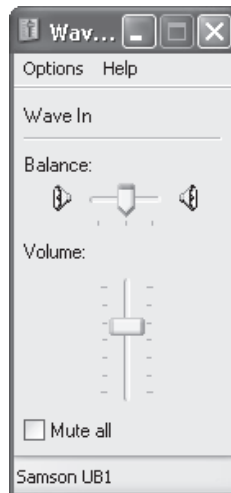

Figura 5
6. Il guadagno interno, controllato dal computer, può essere impostato premendo il pulsante Volume (figura 5).